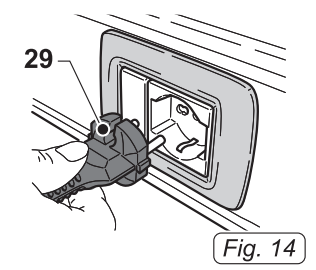

Fig. 14
- Вставить штепсельную вилку (29 Рис. 14) в электрическую розетку.
- Отключить штепсельную вилку (29 Рис. 14) от электрической розетки.